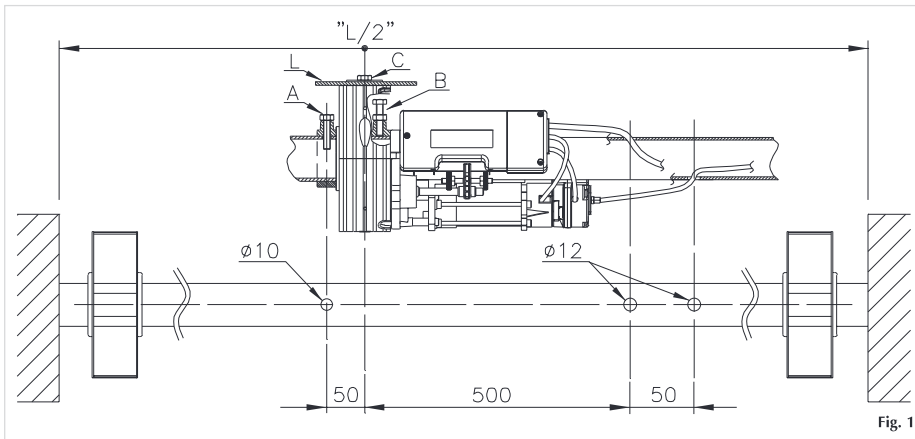
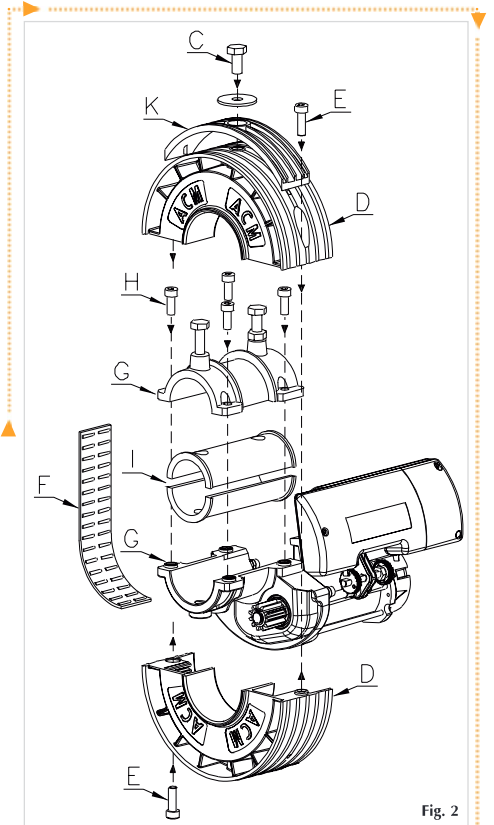

Fig. 1
Fig. 2
- 2) Efectuar sobre el árbol del cierre metálico los tres taladros como mues la fig.1.
- 3) Extraer el tornillo M10 (C) de la corona del motorreductor.
- 4) Desmontar la corona (D) desatornillando los dos tornillos M8 (E) como mues la fig.2.
- 5) Extraer con delicadeza la faja de plástico con rodamiento (F) evitando fuertes pliegues que cause-rín el derrame de los rodimientos (Fig.2).
- 6) Separar los dos elementos (G) del motorreductor destornillando los cuatro tornillos M8 (H).
- 7) En el caso de que la barra del cierre sea inferior a 60mm utilizar los mandos de rieducción exi-stentes Ø33 / Ø42 / Ø48 (I) a tal efecto, posicionandolos con referencia al agujero de diametro 10mm efectuado precedentemente (Fig.1).
- 8) Ensamblar sobre el árbol del cierre metálico el cuerpo inferior con el superior a traves de los cua-tro tornillos M8 (H) que se quitaron precedentemente.
- 9) Atornillar el tornillo M10 (A) sin la tuerca
- 10)Atornillar el tornillo M10 con tuerca (B), de tal modo que se bloquee el motorreductor en la bar-ra y apretar la mencionada tuerca.
- 11)Colocar en el lugar correspondiente la faja de plástico con rodamiento (F)
- 12)Colocar las semicoronas (D) apretandolas con los dos tornillo M8. En el caso de tambor puertamolle diametro 220 mm es necessario montar el espesor de plastico (K) sovre la corona del motor.
- 13)Effectuar un taladro de 12mm en el ultimoelemento del cierre metálico (L) en correspondencia del taladro fileteado M10 ya existente sobre la corona del motor.
- 14)Llevar el ultimo elemento del cierre metálico sobre el motor y fijarse en él a través del tornillo M10 (C) con randella (Fig. 1).
- 21)En el caso de una instalacion contraria respecto a la fig.1, actuar en modo contrario a todo lo aqui descrito ya que el microinterruptor 2 parara la bajada mientras el microinterruptor 1 parara la subida.